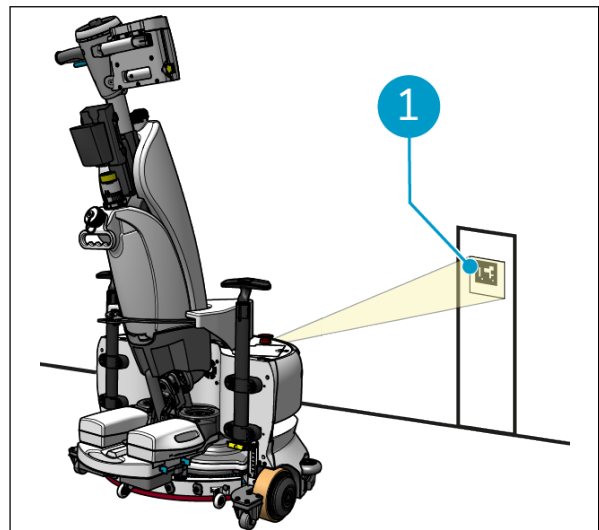

Figura 27
1. Coloque el i-walk a unos 30 cm delante del código QR (Figura 27, pos. 1). El botón Teach Repeat parpadeará en azul cuando se reconozca el código QR.